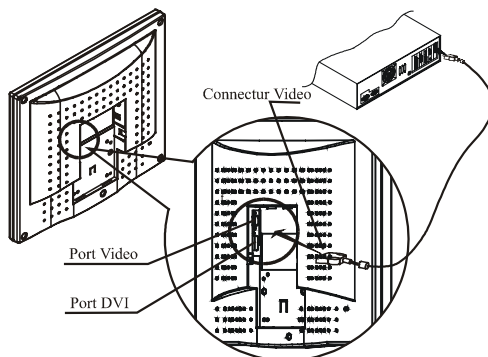

Figure 1-4
2. Connectez une extrémité du câble de signal à la prise du Moniteur LCD. (cf. Figure1-4)